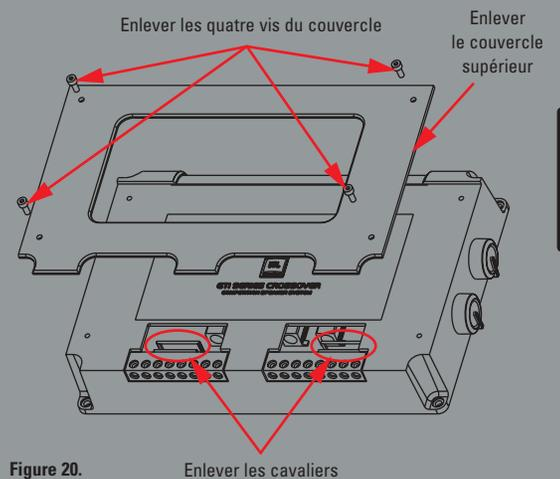

Figure 20.
- Si vous double-amplifiez les enceintes, enlevez les cavaliers, comme illustré sur la Figure 20.